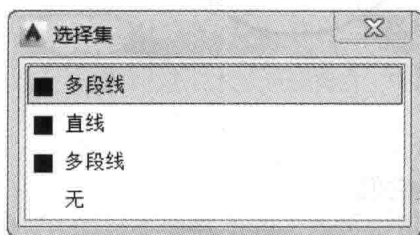

图 1-8 “选择集”对话框
- 选择重叠或靠近的对象:确保在状态栏中选中“选择循环”按钮  以启用“选择循环”功能,将光标置于要选择的对象处时将出现一个图标 ,该图标表示有多个对象可供选择,此时单击对象则弹出“选择集”对话框,用户可利用此对话框查看可用对象的列表,如图 1-8 所示,然后在列表中单击以选择所需的对象。